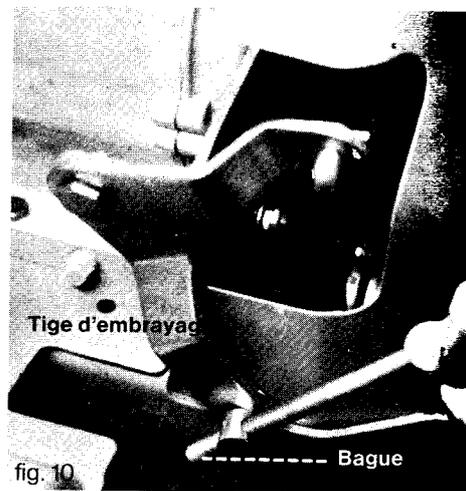

fig. 10
4. Tige de la commande d'embrayage (fig. 10 et 11)
- b. mettre le levier de changement de vitesse au point mort (N)